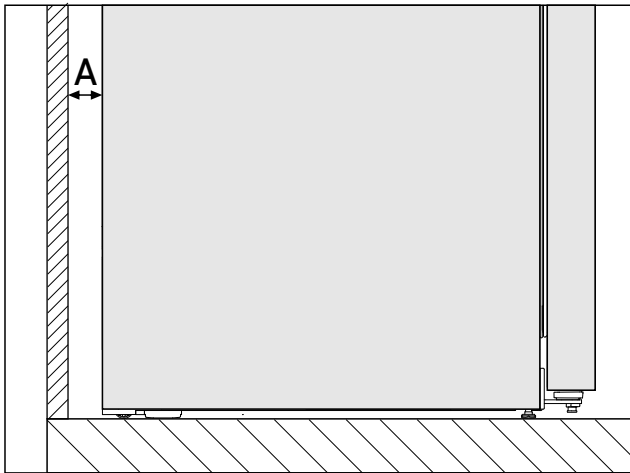

Fig. 3 *
Der Energieverbrauch wurde mit einem Wandabstand Fig. 3 (A) zwischen Geräterückseite und Wand ermittelt. Wenn der Wandabstand weniger als Fig. 3 (A) beträgt, hat dies keinen Einfluss auf die Funktionsfähigkeit des Geräts. Bei geringerem Wandabstand kann sich der Energieverbrauch geringfügig erhöhen und es kann zur Kondensatbildung an der Geräterückwand kommen.*